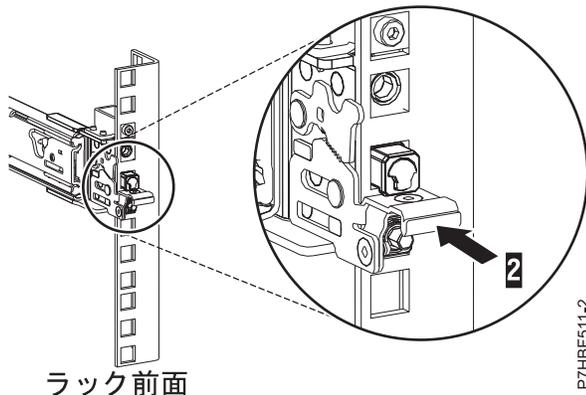

図6. ラックの前面レールに取り付けられたラッチ
7. スライド・レールを前方に引きながら、3つのピンがラックの穴から突出していることを確認した後に前面ラッチ (2) を最後まで押し込みます。詳しくは、図6を参照してください。